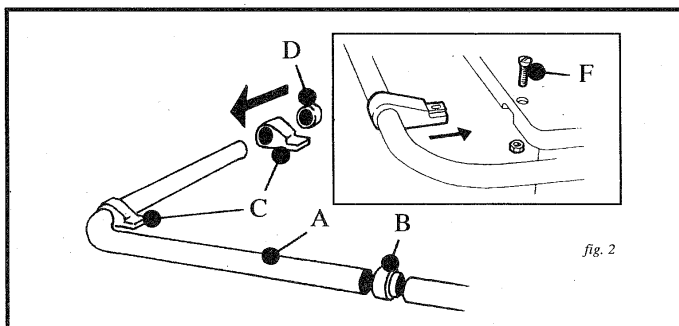

fig. 2
**Riservato a** : Altea fig.2
- Inserire i tappi (D) sui supporti terminali (C).
- Inserire i supporti (C) nel tubo (A) e quindi fissarli alla cornice della piastra con le viti in dotazione (F) interponendo l'anello di collegamento (B).